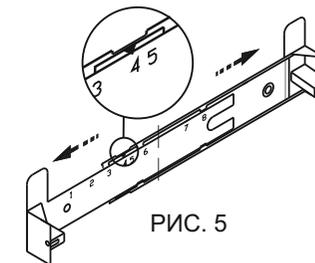

РИС. 5
- прежде чем прикрепить кронштейн к стене, необходимо выставить его на нужный размер (равный ширине верхней фальштрубы) рис.5.